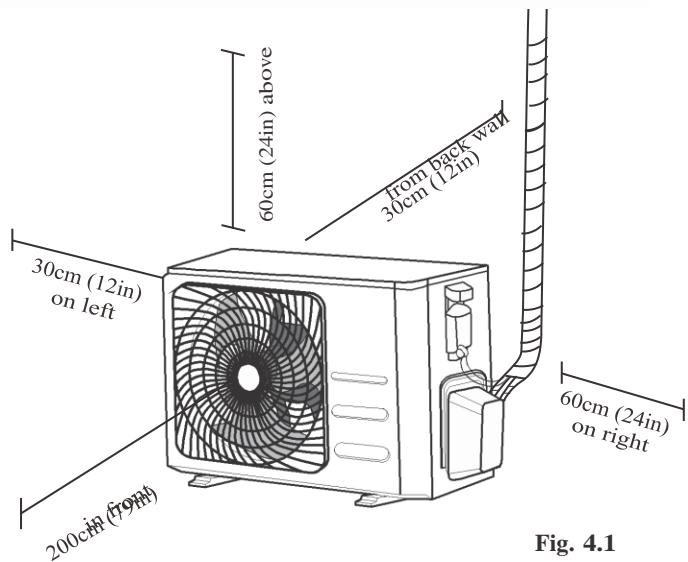

Fig. 4.1
- Respectă toate cerințele spațiale prezentate în cerințe privind spațiul de instalare (Fig. 4.1)